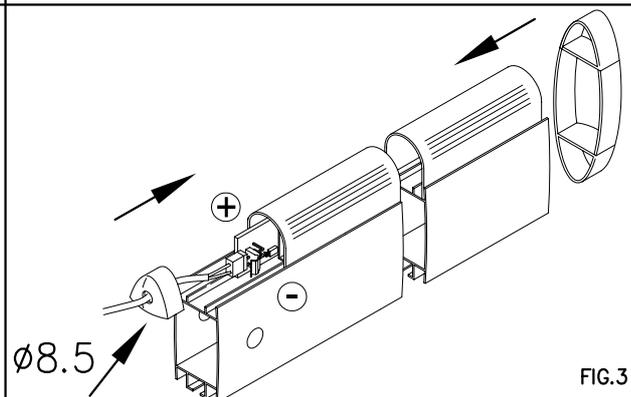

FIG.3
- (I) Richiudere inserendo il nastro rosso e i tappi (fig.3).
- (GB) Close by fitting the red tape and caps (Fig.3).
- (F) Refermer en appliquant le ruban rouge et les bouchons (fig.3)
- (D) Wieder schließen und das rote Band und die Kappen einsetzen (Abb.3).
- (E) Cierre introduciendo la cinta roja y los tapones (fig.3).